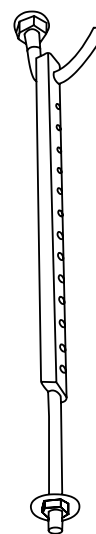

Рис. 4.4
- Установите четыре монтажных болта (см. рис. 4.4).